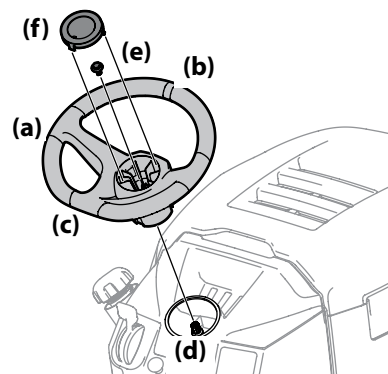

Figura 2-9
1. Com as rodas do trator apontando para a frente, alinhe o volante (a) utilizando a linha central (b) na frente do volante (a) apontando para a frente e a seção plana (c) do volante (a) virada para o banco, coloque o volante (a) sobre o eixo da direção (d). Veja Figura 2-9.